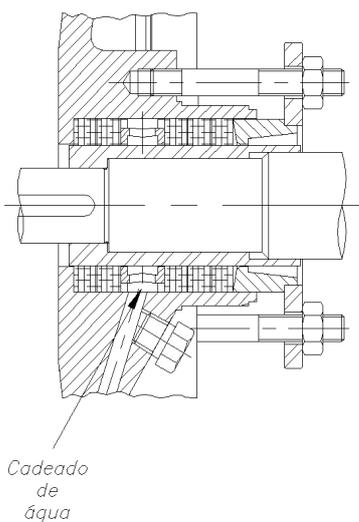

Fig.10:Montagem cadeado d'água
- O cadeado d'água, deve ser montado entre a 2ª e a 3ª gaxetas (ver fig. 10).